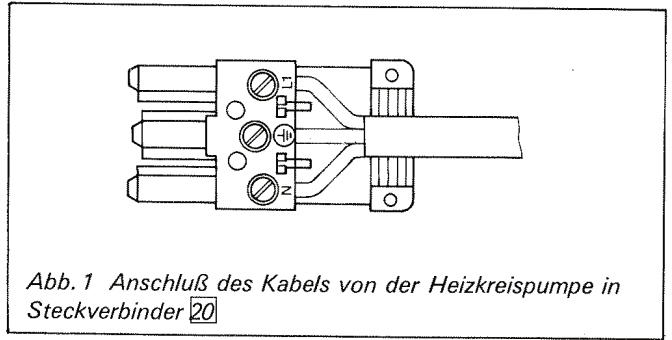

Abb. 1 Anschluß des Kabels von der Heizkreispumpe in Steckverbinder **20**
1. Anschlußkabel der Heizkreispumpe in Steckverbinder **20** entsprechend der Abb. 1 anschließen.